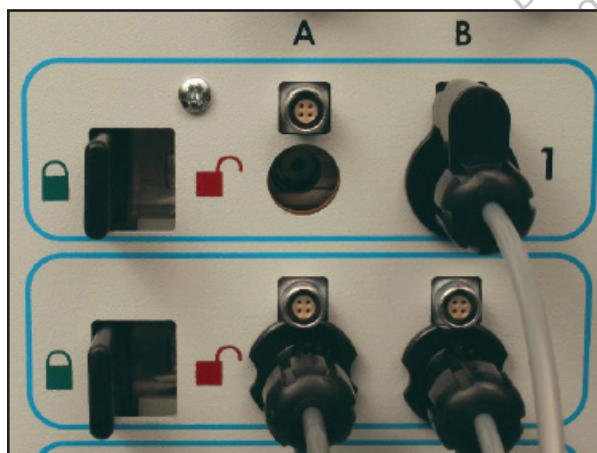

Figura 9. Bloqueo de la aguja en el canal
4. Tras introducir una o varias agujas en el canal deseado, deslice la barra de bloqueo de modo que se aleje del centro del sistema para bloquear el canal (figura 9).